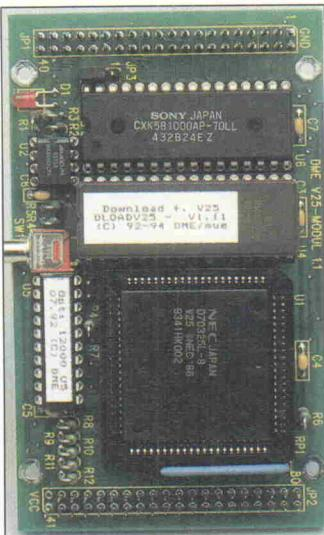

Bild 1. Pascal-Kern: Auf 60 x 100 mm residieren die CPU V25-8, ein GAL zur Adressdekodierung nebst RAM und EPROM, sowie ein Watchdog/Resetgenerator MAX690.
Das Kit besteht im wesentlichen aus einem 8086-kompatiblen V25-Prozessor, Speicher, einem hintergrundbeleuchteten zweizeiligen LCD-Display (Sharp LM16X21A, 16 Zeichen/Zeile), 4 Tasten und 8 LEDs. Die 32...512 KB RAM und ebensoviel (EP)ROM fassende Prozessorkarte (Bild 1) steckt man sandwichartig auf die Grundplatine im Europaformat auf. So lassen sich schnell unterschiedliche Konfigurationen zusammenstellen. Baut man das für 19-Zoll-Rahmen vorbereitete Basisboard in ein Gehäuse ein, dann kann das Display abge-